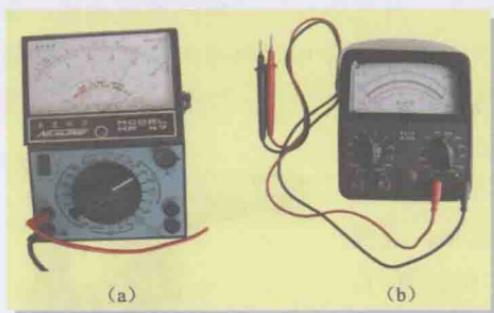

图 1-15 万用表的外形图
3) 转换开关的作用。把测量线路转换为所需要的测量种类和量程。万用表的转换开关一般采用多层次多刀多掷开关。图1-15为万用表的外形图。